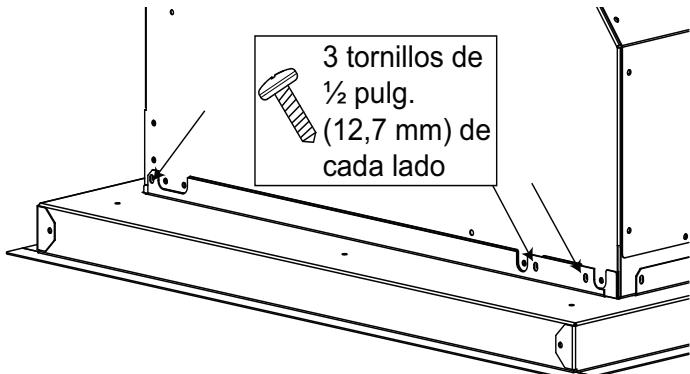
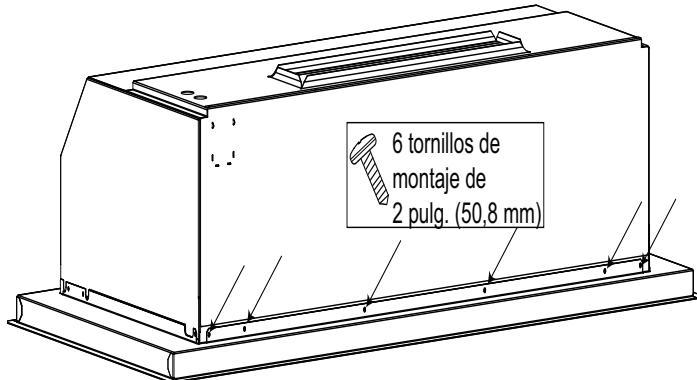

Figura 3: Sujeción de las partes laterales del marco
Figura 4: Tornillos traseros de los
3. Sujételo a la campana con dieciocho tornillos de 0,5 pulg. (12,7 mm), como se muestra en la *Figura 3* y la *Figura 4*.